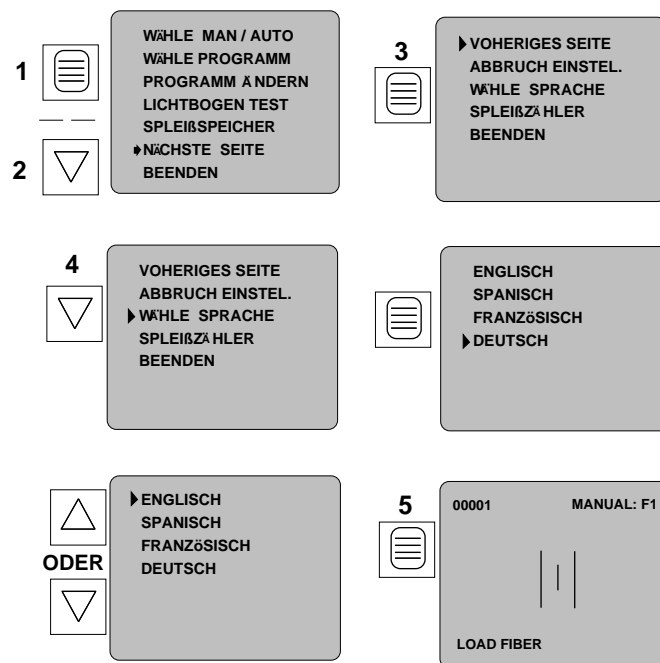

Abbildung 69
6.12 Das CFS II bietet nun wahlweise vier Sprachen: Englisch, Spanisch, Französisch, Deutsch . Zum Wechseln der Bediensprache (siehe Abb. 69):